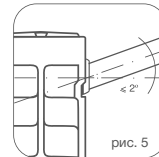

рис. 5
**Во избежание аварии допустимое отклонение оси коллектора радиатора от подводящих труб не более  $2^\circ$  (рис. 5).**